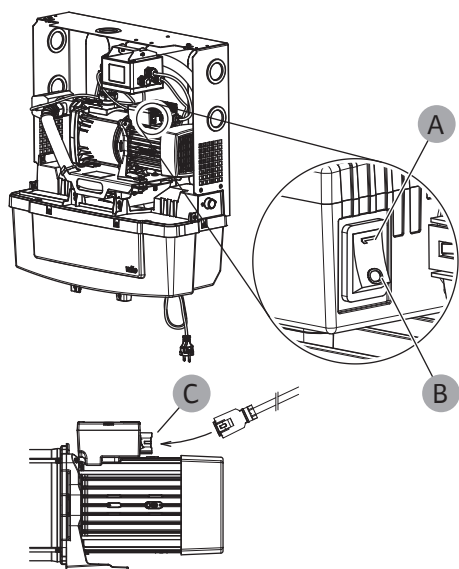

Fig. 22: Włącznik/wyłącznik i przyłącze zasilania elektrycznego
4. Sprawdzić, czy włącznik/wyłącznik pompy jest ustawiony na WŁ (Fig. 22 – A).
5. Sprawdzić, czy wtyczka do zasilania elektrycznego silnika (Fig. 22 – C) jest poprawnie podłączona.